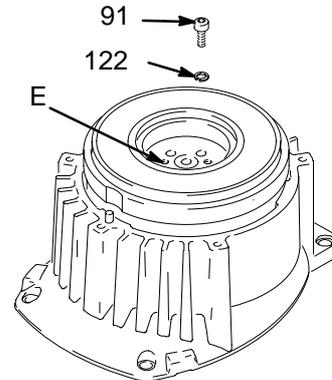
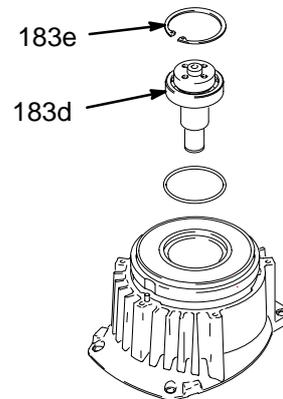

Fig. 6
Fig. 7
5. Fig. 6. Coloque el conjunto del piñón (183) en el banco, con el lado del rotor hacia arriba.
6. Retire los cuatro tornillos (91) y las arandelas de seguridad (122). Coloque dos tornillos en los orificios roscados (E) del rotor. Apriete, alternativamente, los tornillos hasta que salga el rotor.
7. Fig. 7. Saque el anillo de retención (183e).
4. Instale el inducido (150) en el eje de accionamiento del motor.
5. Instale los cuatro tornillos (132) y las arandelas de seguridad (122) y apriételas a un par de 14,1 N.m.
6. Fig. 7. Golpee ligeramente el eje del piñón (A) con el martillo de plástico para introducirlo.
7. Instale el anillo de retención (Z) con el lado biselado dirigido hacia el inductor (Y).
8. Fig. 6. Coloque el conjunto del piñón en el banco con el lado del rotor hacia arriba.
9. Aplique locktite a los tornillos. Instale los cuatro tornillos (132) y las arandelas de seguridad (122). Apriete, alternativamente, los tornillos a un par de 14,1 N.m hasta que el rotor esté firmemente colocado. Utilice los orificios roscados para sujetar el rotor.